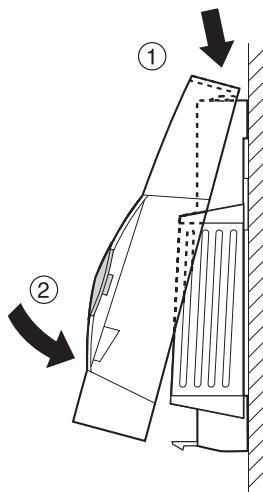

Fig. 14: Fixation du capot
- ▶ Replacer le capot sur le support en clipsant le haut puis en poussant vers le bas (voir Fig. 14).
- ▶ Replacer le capot sur le support en clipsant le haut puis en poussant vers le bas (voir Fig. 14, Page 24).